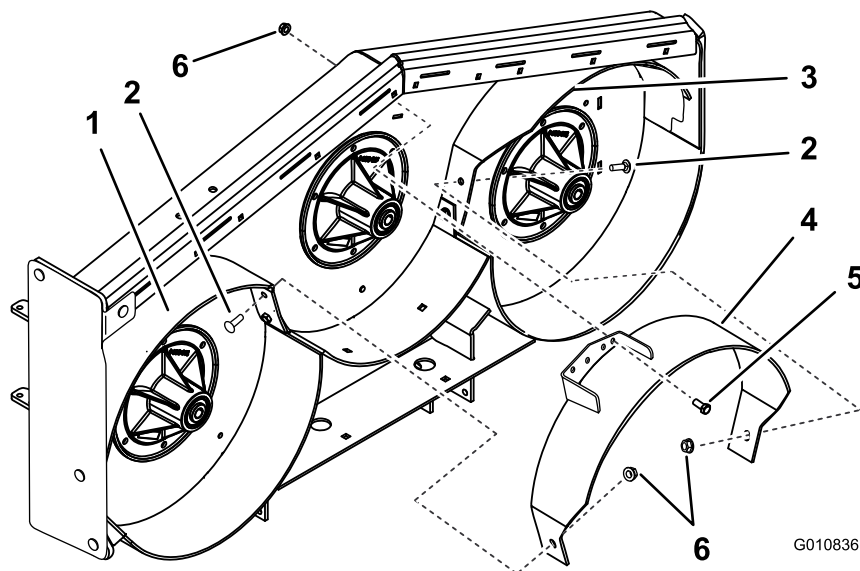

Figure 14
10. Fixez (sans serrer) le déflecteur central au déflecteur gauche avec 1 boulon de carrosserie (3/8 x 1") et 1 écrou à (petite) embase (3/8") (Figure 14). Reportez-vous à la Figure 13 pour les trous à utiliser et la position correcte des déflecteurs.
11. Fixez (sans serrer) le déflecteur central au déflecteur droit avec 1 boulon de carrosserie (3/8 x 1") et 1 écrou à (petite) embase (3/8") (Figure 14).
12. Fixez (sans serrer) le déflecteur central au sommet du tablier de coupe avec 1 boulon (3/8 x 1") et 1 écrou à (petite) embase (3/8") (Figure 14).